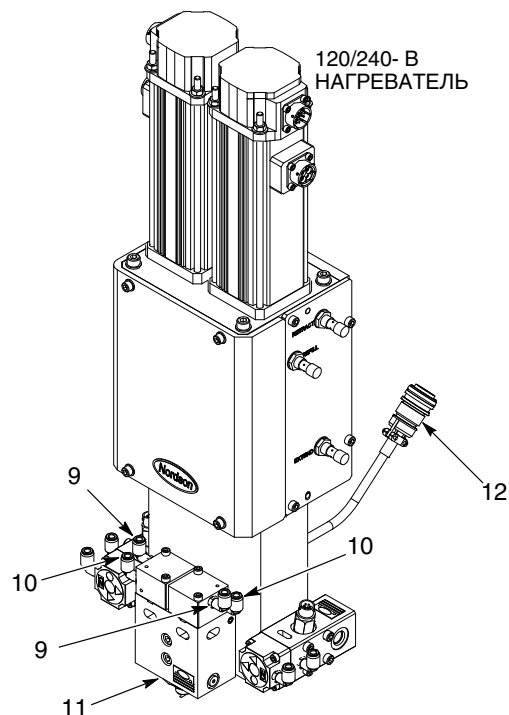

Рис. 4 Типовые подключения
1. См. рис. 4. Присоединить кабели с контроллера к разъемам (1).
2. Присоединить кабели с контроллера к бесконтактным датчикам (2).
3. Присоединить кабели преобразователей давления к преобразователям давления (5).
4. **ТОЛЬКО ВАРИАНТЫ С ПОДОГРЕВОМ:** присоединить кабель (12) к контроллеру.
2. См. рис. 4. Присоединить шланги материала основы и катализатора с бункерных разгрузчиков Rhino к фитингу катализатора (4A) и к фитингу впуска материала основы (4B).
3. Присоединить пневмошланги с пневматического регулирующего клапана к фитингам открытия пистолета (10) и фитингам закрытия пистолета (9) на выпускном клапане (11).
4. Присоединить пневмошланги с пневматического регулирующего клапана к фитингам открытия пистолета (6) и фитингам закрытия пистолета (7) на впускных клапанах (8).
5. **ТОЛЬКО ВАРИАНТЫ С ВОДЯНЫМ КОНДИЦИОНИРОВАНИЕМ:** Присоединить водяные шланги с блока температурного кондиционирования к фитингам (3).